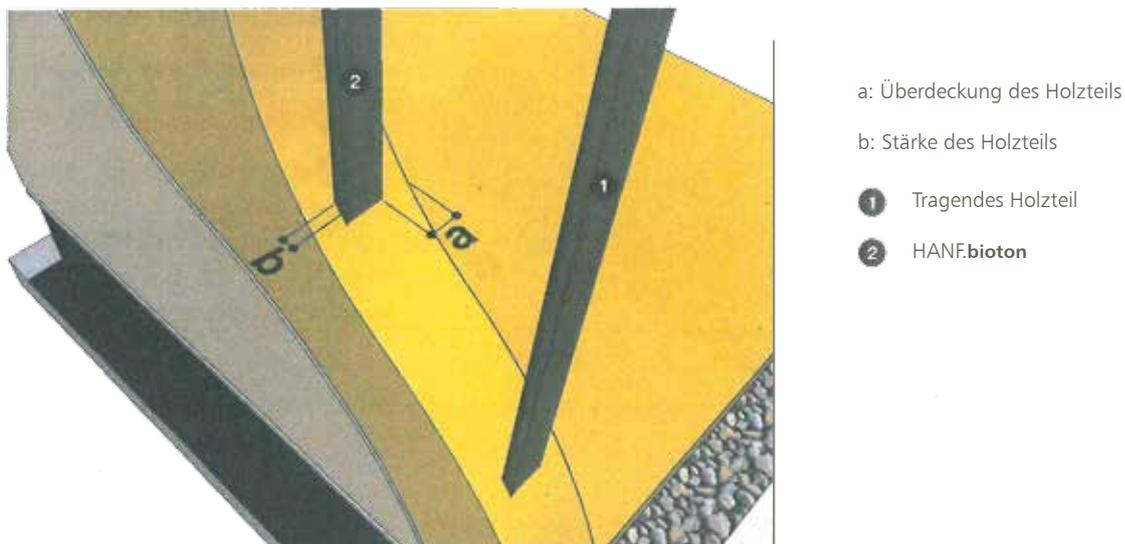

Abb. 9: Mindestdicke der Überdeckung (a) je nach Stärke (b) der tragenden Holzteile
- An der Innenseite sind tragenden Holzteile mit der nachfolgend angegebenen Mindestschicht aus HANF.bioton zu versehen (Abb. 9 und 10).
- Tragende Holzteile mit der nachfolgend angegebenen Mindestschicht aus HANF.bioton versehen (Abb. 9 und 10)
Die Überdeckung tragender Holzteile richtet sich nach deren Stärke, wie in der nachfolgenden Zeichnung angegeben (Abb. 9 und 10). Die Mindestdicke der Schalung beträgt 7 cm. Tragende Holzteile mit einer Stärke von mehr als 8 cm können sichtbar bleiben.